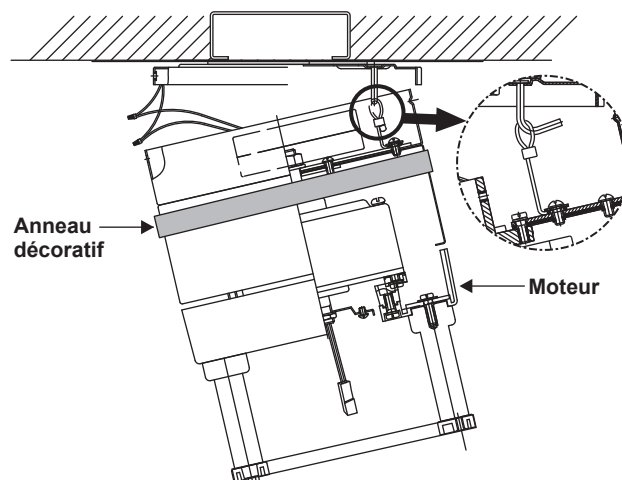

Figure 6
3. Soulevez le ventilateur en position en suspendant l'assemblage du moteur au crochet depuis le support de montage, ce qui permet de le suspendre librement (Fig. 6).